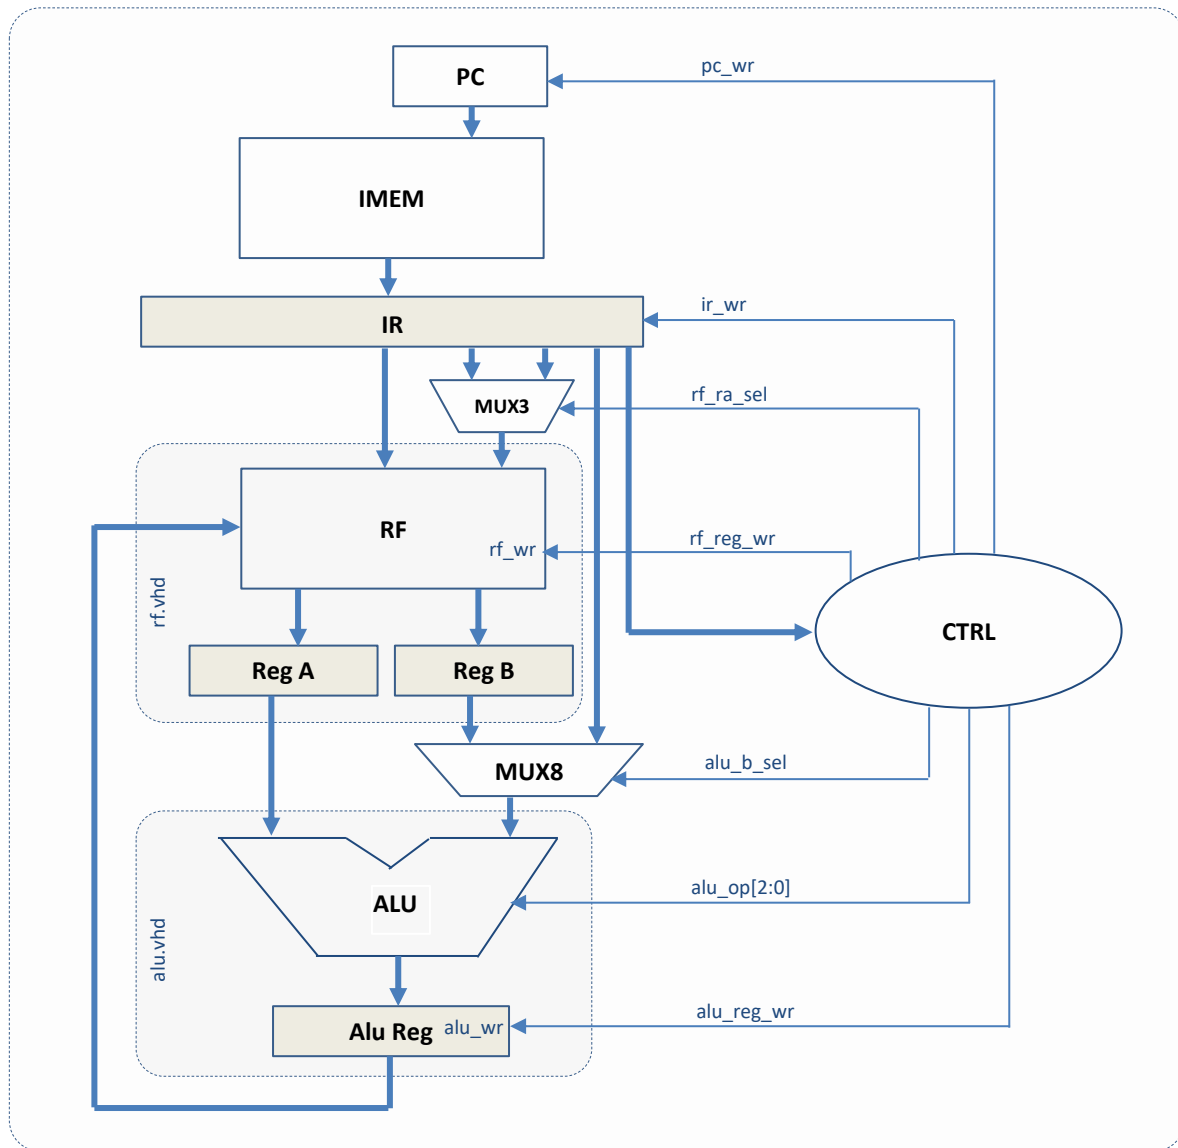

Abbildung 1.1. Mehrzyklen-Datenpfad, CLK und Reset-Signal sind nicht eingezeichnet.
1. In Vivado werden Sie ein neues Projekt mit den Namen **lab5** erstellen und alle VHDL-Quelldateien aus Lab 4 in das neue Projekt importieren. Stellen Sie sicher, dass "Copy sources into projects" beim Import ausgewählt ist. Sie werden vorhandene VHDL-Dateien ändern und neu benötigte VHDL-Dateien erstellen. Sie müssen auch die Funktionalität der Steuerlogik aktualisieren, um eine Mehrzyklenausführung zu unterstützen. Das Blockschaltbild des Zielmoduls ist in Abbildung 1.1 dargestellt. Sie werden das Zielmodul simulieren und synthetisieren.
- Erstellen Sie das Top Modul (*datapath.vhd*) gemäß Abbildung 1.1. Das Top-Design sollte die folgenden Ein- und Ausgangsports enthalten (Reihenfolge in der VHDL-Beschreibung einhalten!):